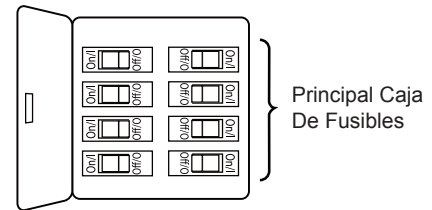

Figura 1
Uso de perfil bajo (Figura 1)
1. Extraiga la pieza de la bola colgante de la unidad de la bola colgante / varilla aflojando el tornillo de presión de la bola colgante hasta que la bola se libere de la varilla. Retire el pasador del barral y luego extraiga la semiesfera. Conserve el pasador y la semiesfera para su reinstalación en el paso 6. (Figura 1)
Para evitar una posible descarga eléctrica, asegúrese de cortar la alimentación eléctrica de la caja de fusibles principal antes de colgar el ventilador. (Figura 1)
1. Para configurar el código de unidad del receptor. Deslice los interruptores de código a las mismas posiciones que en el transmisor. (Figura 1)
1. Instale la cubierta rotando la ranura clave en la cubierta sobre el tornillo de hombro del soporte del gancho, teniendo cuidado de no pillar los cables. Fije el tornillo de hombro. Instale adecuadamente y fije el segundo tornillo de hombro que fue anteriormente guardado. (Figura 1)
1. Deslice con cuidado las aspas a través de la ranura, como se muestra. Fije las cuatro palas correctamente usando las placas de las palas y los 3/16"-24 tornillos de cabeza dentada. (Figura 1)
1. Extraiga uno de los tres tornillos del soporte ubicado en la parte interior de la unidad del motor. Guárdelo para después y afloje ligeramente los dos tornillos restantes. (Figura 1)
- 1. IMPORTANTE:** El uso de un regulador de la intensidad completa (no incluido) para controlar la velocidad del ventilador dañará el dispositivo. Para reducir el riesgo de incendio o descarga eléctrica, no utilice dicho regulador para controlar la velocidad del ventilador. (Figura 1)